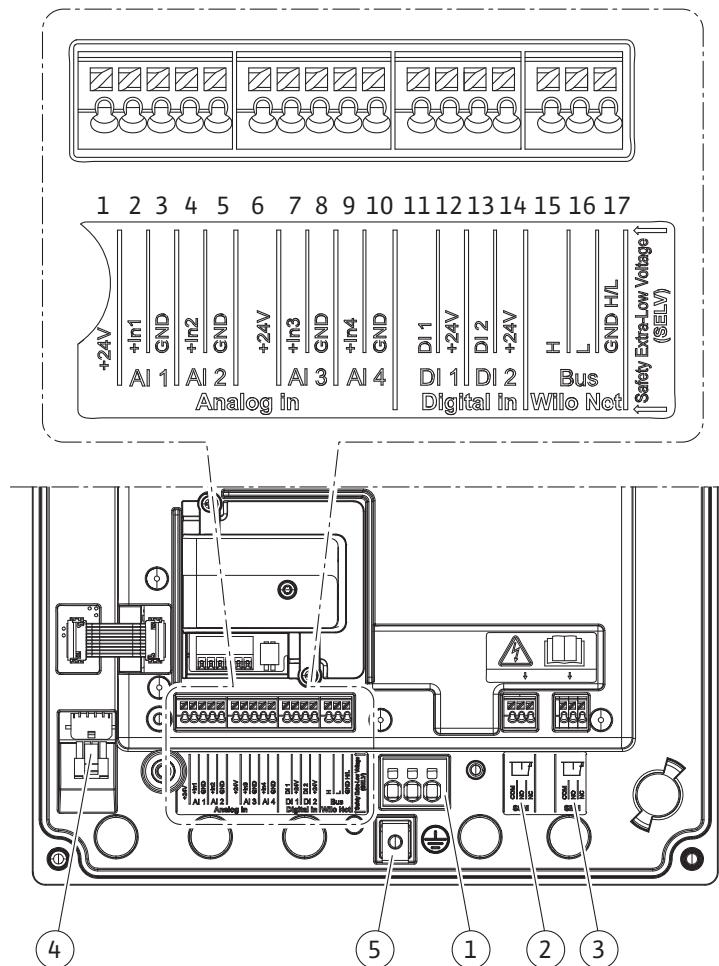

Fig. 19: Pregled stezaljki u modulu
4. Priklučni kabel treba provesti kroz kabelsku uvodnicu M25 (Fig. 19, poz. 1). Kabelsku uvodnicu stegnite utvrđenim zakretnim momentom.